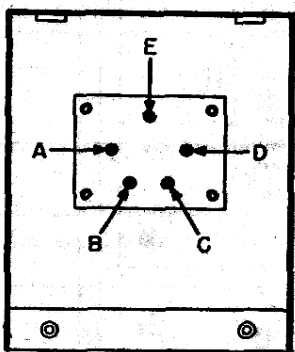

Fig. 4. — Branchement BA41 (vue intérieure des broches).
- 1 pile de 4,5 V (pile plate de boîtier miniature) pour le 4,5 V. L'ensemble de ces piles se loge parfaitement dans le logement de la B.A.41 (voir Fig. 4).